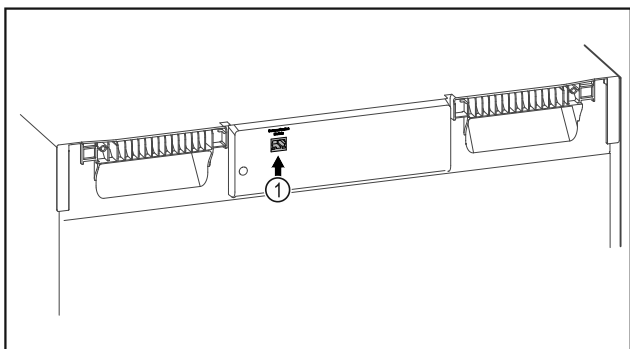

Fig. 150
- SmartModule Fig. 150 (1) je nasadený.